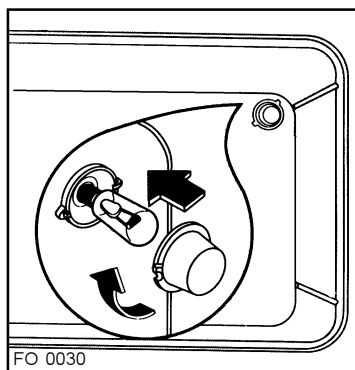

Fig. 8
- Dévisser la calotte (Fig. 8).